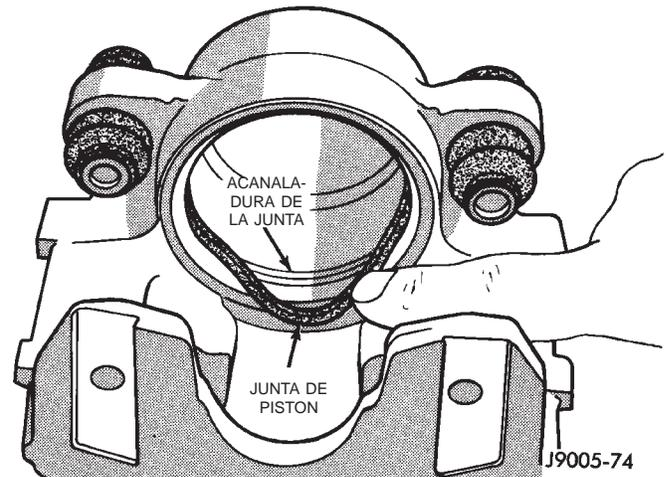

Fig. 52 Instalación de junta de pistón
(4) Instale una junta de pistón nueva dentro de la acanaladura del pistón empleando los dedos (Fig. 52).